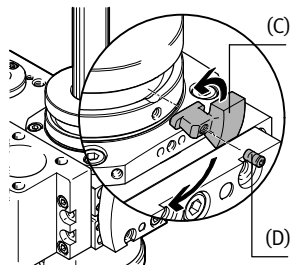

Fig. 9
- Сначала слегка вкрутите резьбовые штифты (D → Fig. 9). После окончательного позиционирования затяните их (момент затяжки: 0,7 Н·м).
- Вкрутите бесконтактный датчик положения (E) в держатель датчика (F).
- Переместите контактные кулачки на 90° в том же направлении (→ Fig. 9 в разделе 5.4 Электроподключение).